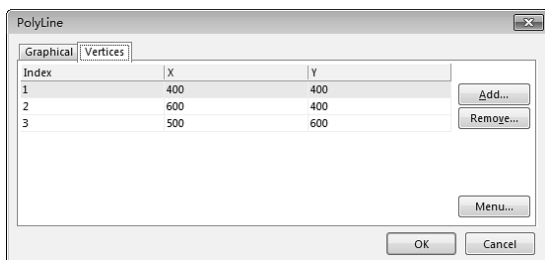
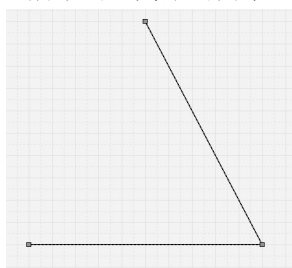

图 4-2-15 增加端点坐标 Index 3
图 4-2-16 利用 Vertices 标签中的坐标绘制三角形的两条边
④ 在 Vertices 标签中选中 Index 2 后，单击【Add...】按钮增加 Index 3，修改端点 Index 3 的坐标，如图 4-2-15 所示。单击【OK】按钮后，出现如图 4-2-16 所示的三角形的两条边。